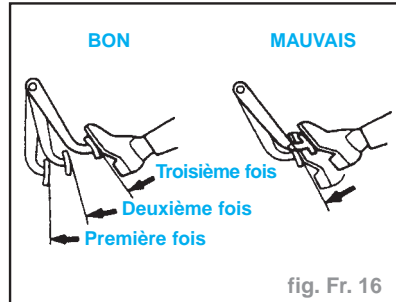

fig. Fr. 16
- Mettre le moteur en marche et l'arrêter au bout d'une ou deux minutes. Appuyer lentement plusieurs fois sur la pédale de frein. L'assistance de frein est étanche à l'air si la course de la pédale diminue chaque fois (fig. Fr. 16).